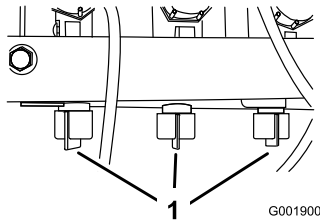

Bild 30
12. Stellen Sie das Sicherheitsventil des Auslegers (Bild 30) unter dem Auslegersteuerventil des Auslegers ein, den Sie abgestellt haben, bis der am Druckmanometer angezeigte Druck dem Wert in Schritt 9 entspricht.